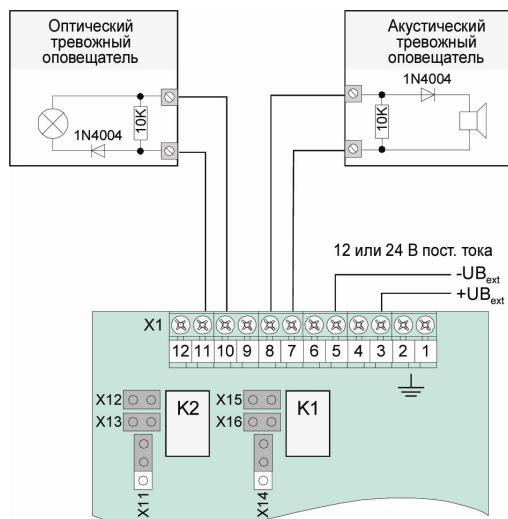

Рис. 6 Реле 1 + 2 с контролем линии
- Реле 1 + 2 с контролем линии до исполнительного устройства (рис.6)